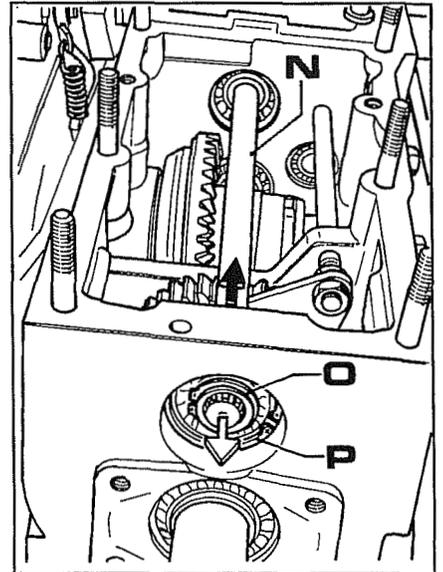
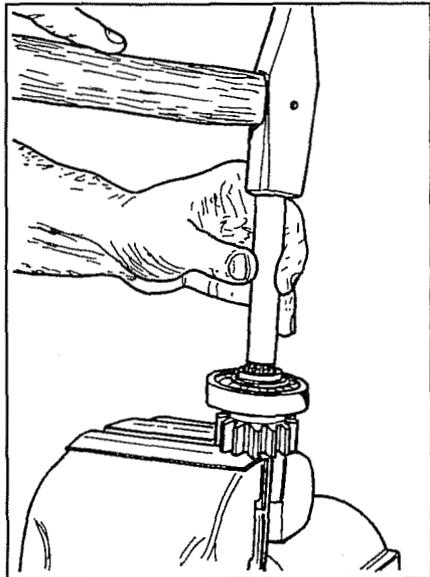
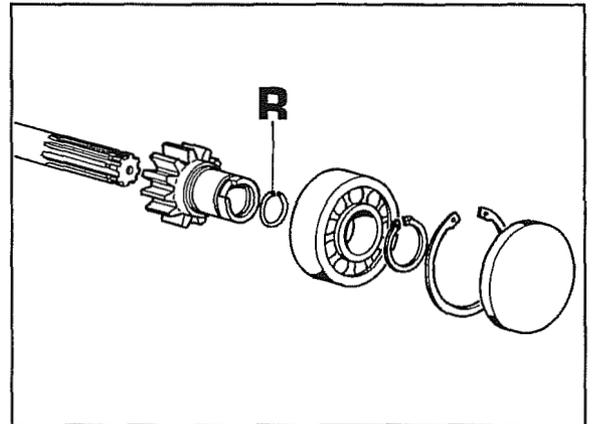

Fig. 12
Fig. 13
Fig. 14
2. Dans le cas de prise de force à 2000 tours, sortir l'arbre **N** fig. 12 par devant suivant le sens indiqué par la flèche noire, puis enlever le circlips **O** pour retirer l'engrenage du roulement.
Dans le cas de prise de force à 1000 tours, enlever le circlips **P** fig. 12.
Sortir l'arbre **N** avec le roulement et l'engrenage en arrière, dans le sens de la flèche blanche fig. 12, puis sortir l'arbre de l'engrenage comme illustré dans la fig. 13.
Remarque - Dans l'opération illustrée fig. 13 on remarquera la présence d'un anneau élastique (**R** fig. 14) entre l'arbre et l'engrenage. Au moment de l'extraction de l'anneau s'élargit dans le logement de l'engrenage et permet la sortie de l'arbre.